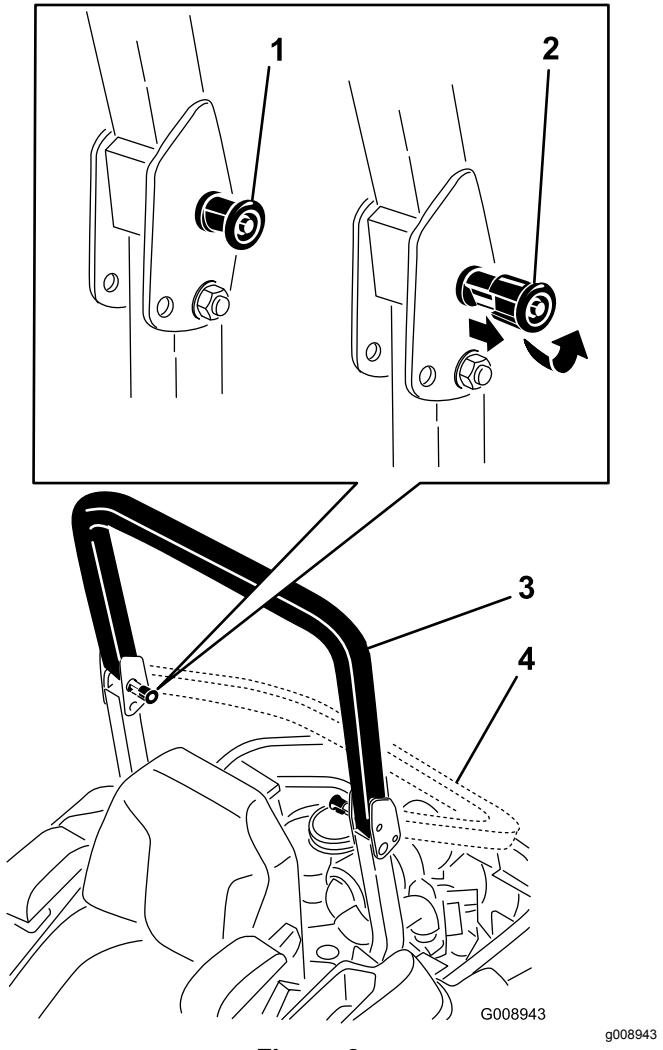

Figure 8
2. Tirez sur les deux boutons et tournez-les à 90° pour les désengager (Figure 8).
3. Faites pivoter l'arceau de sécurité à la position abaissée (Figure 8).
- 4. Pour relever l'arceau de sécurité à la position d'utilisation, tournez les boutons de sorte à les déplacer partiellement dans les rainures (Figure 8).
- 5. Redressez l'arceau de sécurité en position relevée tout en poussant dessus; les goupilles s'engagent en position quand les trous sont en face (Figure 8).